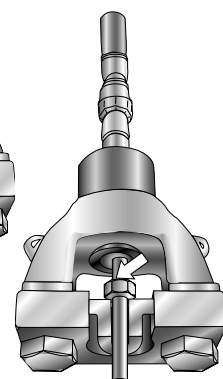

Figure 4
- Fermez la soupape de décompression sur le côté de la pompe manuelle. Pompez à la main jusqu'à ce que le vérin atteigne la butée positive. Vous sentez alors une résistance au niveau de la poignée. L'écrou repose contre l'épaule de la matrice corps (figure 4).